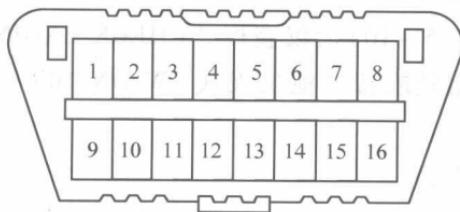

图 1-1 第二代车载自诊断系统 (OBD II) 诊断座
1) TDCL (诊断座) 同一规格、16 端子、统一安装在仪表板下方，结构如图 1-1 所示。